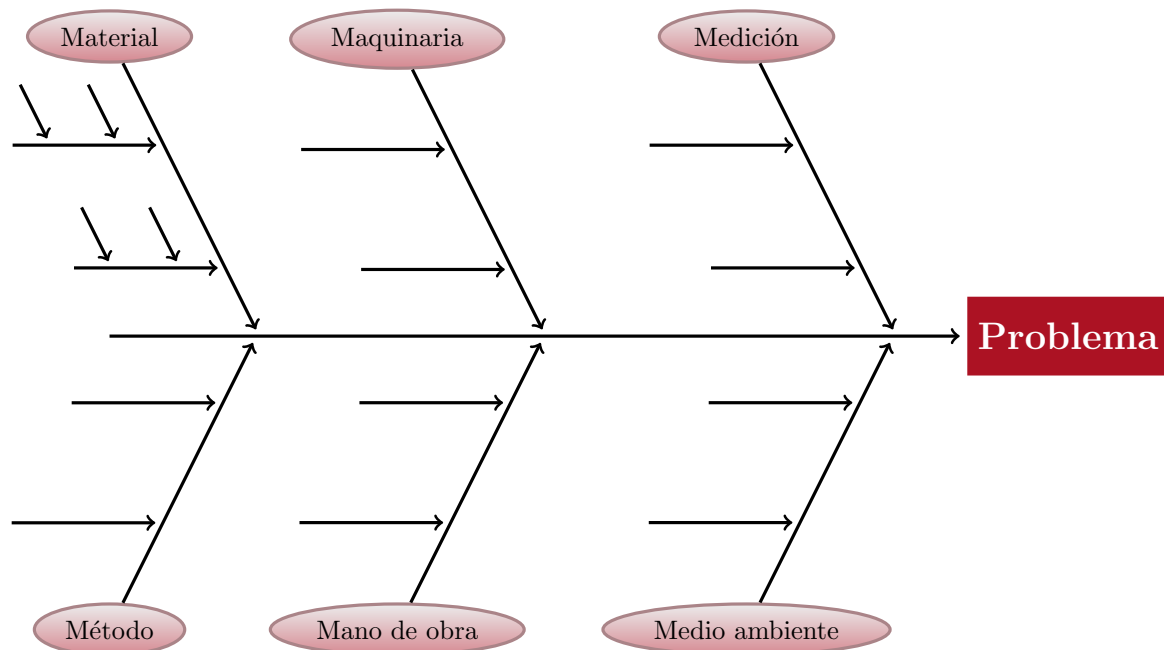

Figura 5.6: Diagrama de Ishikawa
- **Diagrama de Ishikawa (o de espina de pescado/causa-efecto):** Ideal para analizar un problema complejo y visualizar las múltiples causas potenciales (ya sean métodos, materiales, mano de obra, etc., Figura 5.6) que contribuyen a un efecto no deseado, facilitando la identificación de la causa raíz.